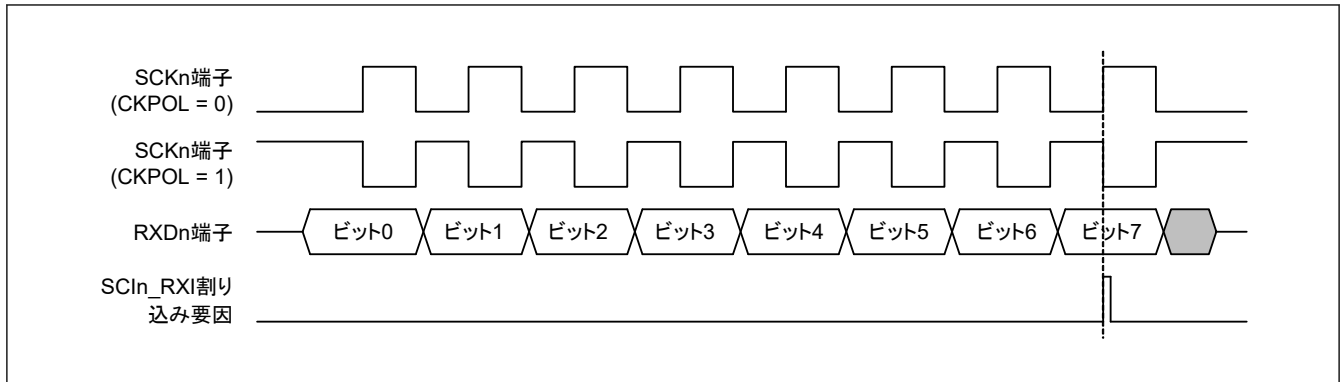

図 29.124 簡易 SPI モードにおける SCIIn_RXI 割り込みの発生タイミング (クロック遅れあり)
- クロック遅れあり (SPMR.CKPH ビット = 1) では、図 29.124 に示すように、SCKn 端子の最終クロックエッジ手前のクロックエッジで受信データフル割り込み (SCIn_RXI) が発生します。SCR レジスタの TE ビットと RE ビットを SCKn 端子の最終クロックエッジより前に 0 にすると、SCKn 端子出力がハイインピーダンスとなり、送受信クロックの最後のクロックパルス幅が短くなります。また、SCIn_RXI 割り込みの発生によって、SCKn 端子の最終クロックエッジより前に接続先スレーブの SSn 端子入力信号が High になった場合、スレーブが誤動作する可能性があります。